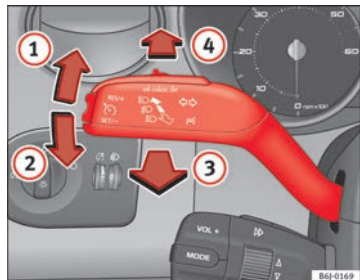

Fig. 62 Levier des clignotants et des feux de route
- Levez le levier jusqu'en butée → fig. 62 ① pour actionner les clignotants **droits** ou abaissez-le jusqu'en butée ② pour actionner les clignotants **gauches**.
- Déplacez le levier vers l'avant → fig. 62 ④ pour allumer les feux de route.